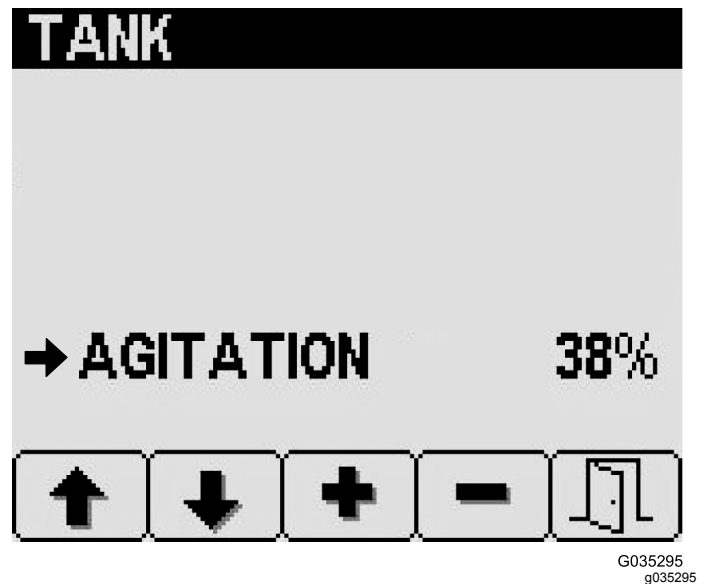

图26
2. 在 Tank药缸屏幕按下 2 号按钮导览至 Agitation搅拌选项 图26。
3. 按 3 号按钮上升或 4 号按钮下降调节用于药缸搅拌的打药车泵流量的百分比 图26。